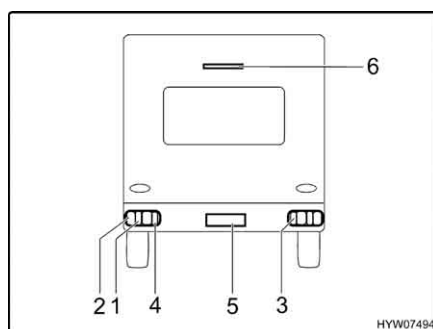

Fig. 148 Luci posteriori
- Svitare le viti degli involucri (Fig. 148,1 a 5).
La terza luce freno (Fig. 148,6) va sostituita assieme al suo involucro.